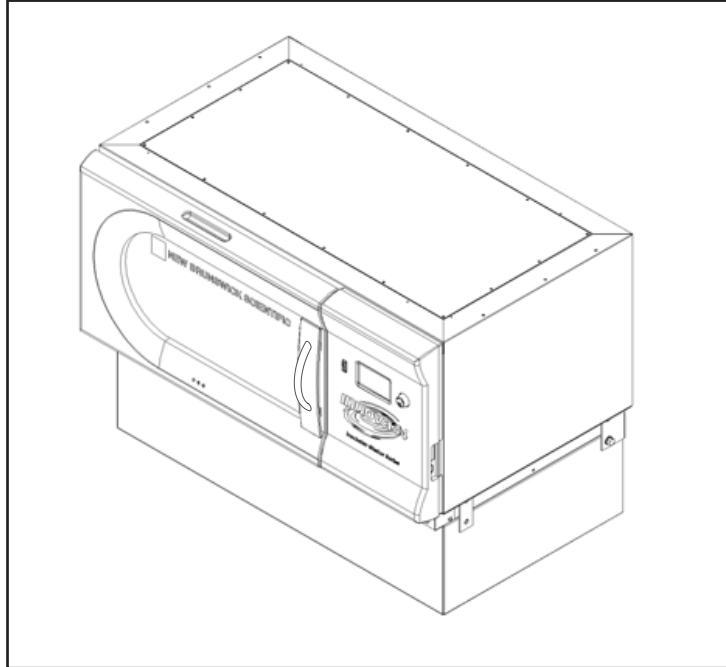

Fig. 6-4: Agitatore montato sulla base
- Serrare tutte le viti in modo omogeneo. Con i supporti per gli angoli fissati in posizione, l'agitatore montato sulla sua base si presenterà così (vedi Fig. 6-4 a pag. 26):